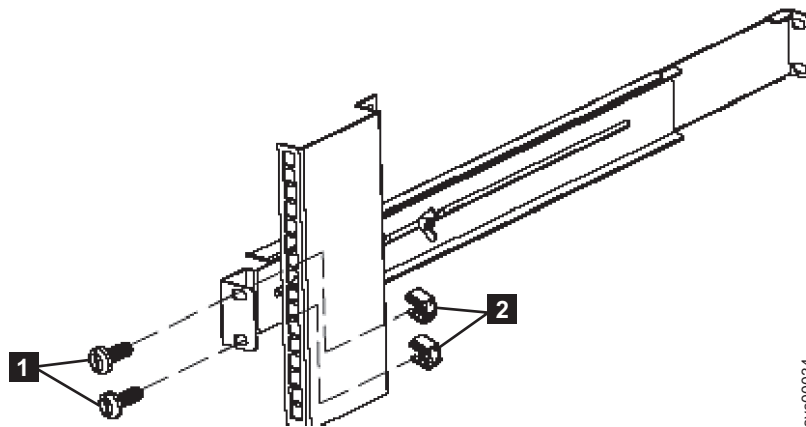

図 245. 2145 UPS-1U への背面レールの固定
7. 2 つの M6 × 10 ねじ (図 245 の **1**) と 2 つのクリップ・ナット **2** を使用して、レールをラック背面に取り付けます。お客様のラックは、ここに示すものと異なっている場合があります。そのような場合は、別のクリップ・ナットまたはファスナーが必要になります。